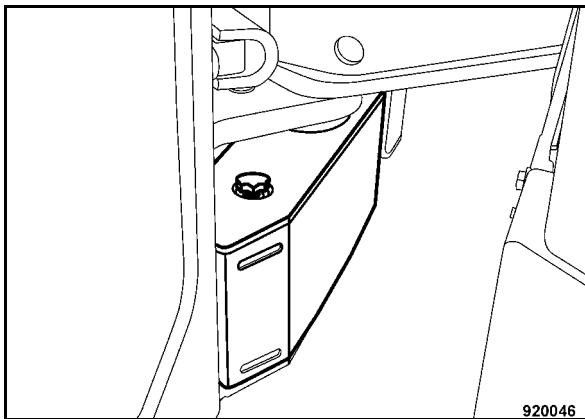

Fig. 148
- Smontare la copertura del vano batteria (Fig. 148).